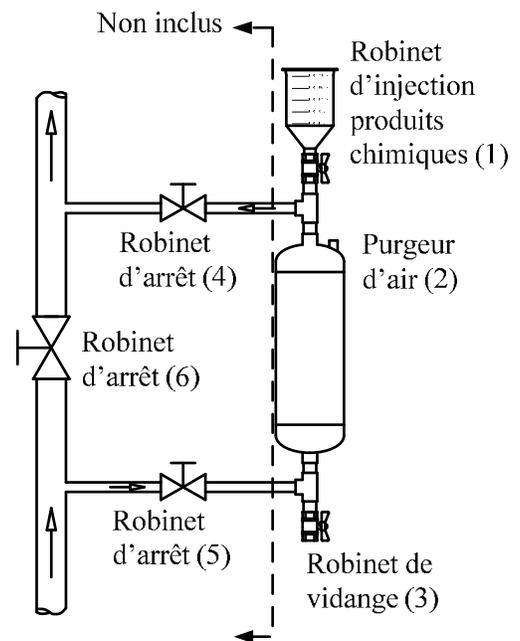

Fig. 2 – Méthode d'installation 2
Installer le doseur CBF en parallèle au système de tuyauterie tel qu'illustré à la figure 2. Installer les robinets (4) et (5) pour réguler le débit à travers le CBF et utiliser le robinet (6) pour forcer le débit du côté de la dérivation. Bien serrer tous les raccords pour éviter des fuites.
(Voir figure 2)